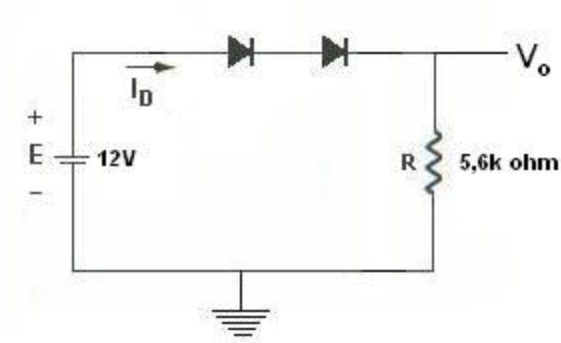

Figura 3.9 – Circuito proposto 1.
1. Para o circuito da Figura 3.9, analise o comportamento e determine  $V_o$ ,  $P_D$  e  $I_D$ . Considere  $V_D = 0,7V$ .